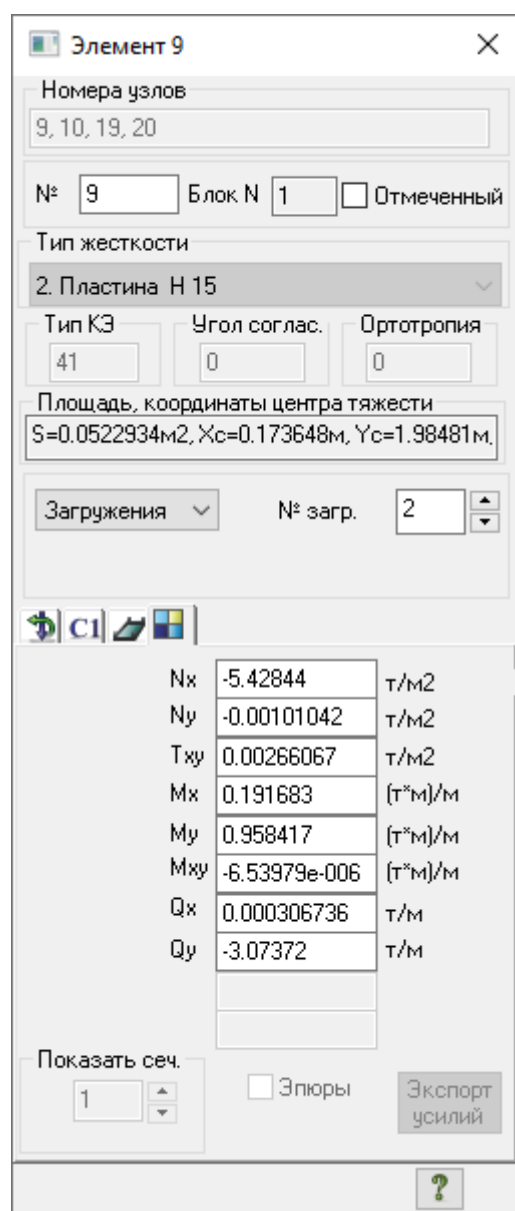

Рис.6.20. Диалоговое окно **Информация об элементе №**
- Чтобы вывести напряжения в любом из элементов нижней части стенки резервуара, щелкните по кнопке  – **Информация об узле или элементе** на панели инструментов **Панель выбора** и после этого укажите курсором на один из элементов нижней части стенки резервуара. В появившемся диалоговом окне (рис.6.20) приведены значения напряжений.